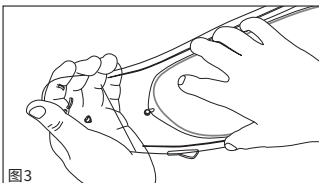

图3
- 2-2 如图3所示，将SHOEI DRYLENS插入一侧的按扣安装。